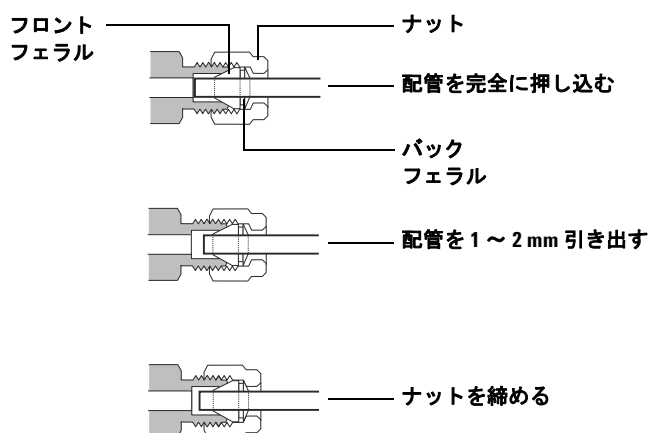

図 9 配管を挿入する
- 5 チューブを完全にプラグに押し込んでから、約 1 ～ 2 mm 引き出します (図 9)。